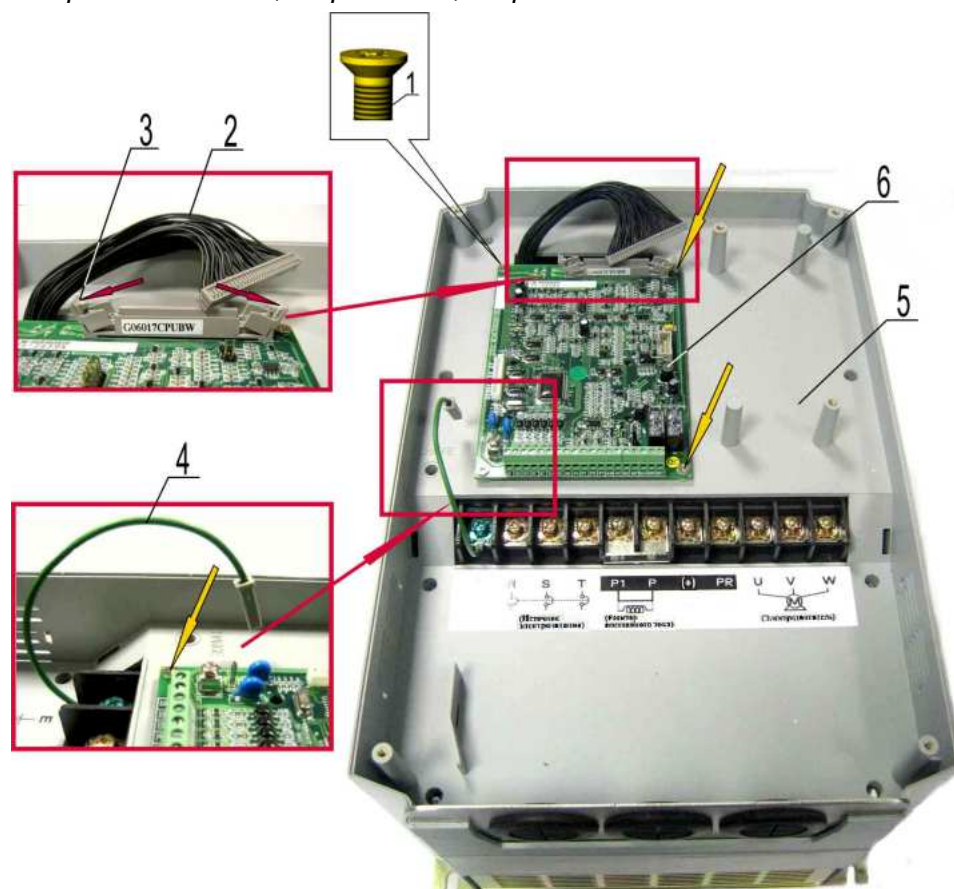

Рис. 6.4
6.4.1. Отжать в стороны фиксаторы разъема 3 на плате 6, отсоединить разъем шлейфа 2 (рис. 6.4). Место приложения усилия рукой показано красными стрелками.
6.4.2. Отсоединить провод заземления 4 от контакта Е на плате ЦП (рис. 6.4).
6.4.3. Выкрутить четыре винта 1 (рис. 6.4, желтые стрелки) крепления платы 6 к средней части корпуса 5. Демонтировать плату ЦП. Положить плату ЦП и винты в тару.